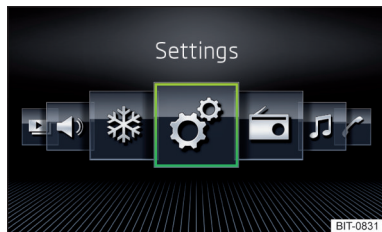

Fig. 182
- › Selectați opțiunea **Afișare rastru** » fig. 181 sau **Afișare orizontală** » fig. 182.